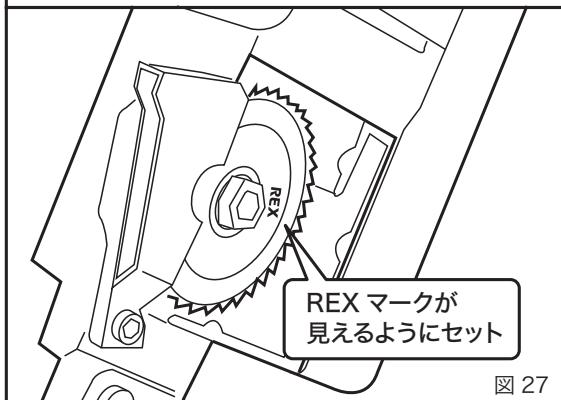

図 27
- ④刃物の取付け方向は REX マーク及び文字が刻印されている面を表に向けて取り付けてください。(図 27)
- ⑤刃物の交換が終わったら、必ずカバーを取り付け、止めねじをしっかりと取り付けてください。